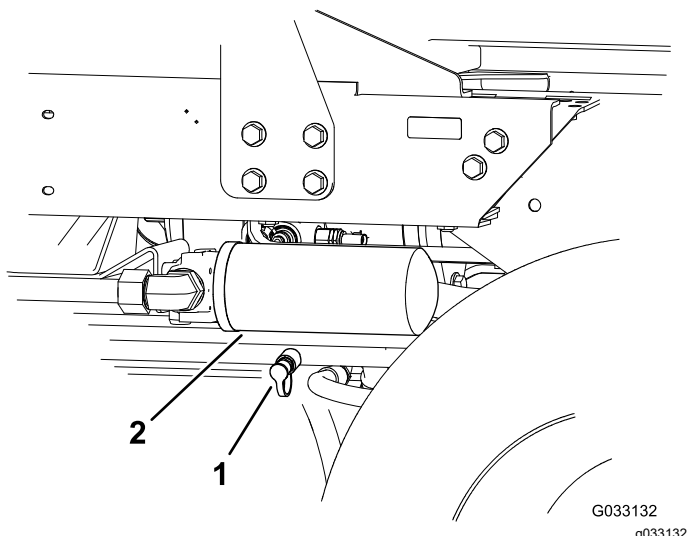

Figura 43
2. Collegate un flessibile idraulico tra il raccordo diagnostico montato sul collettore della trazione posteriore e il foro diagnostico della pressione della trazione in retromarcia (Figura 43).